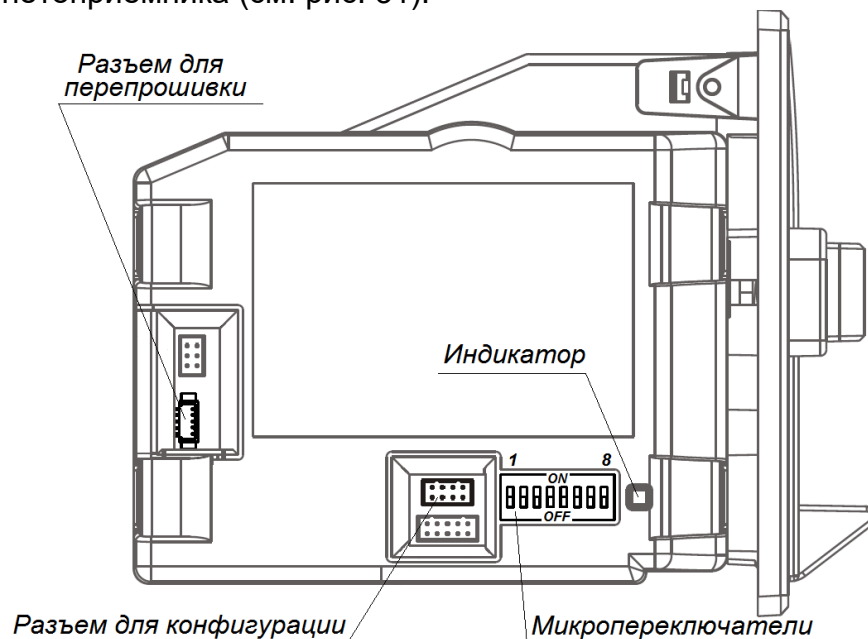

Рисунок 31. Расположение разъемов
1. Подключите монетоприемник к COM-порту ПК при помощи кабеля *WEL-R7U06* (имеется в комплекте поставки), разъем для подключения расположен на боковой панели монетоприемника (см. рис. 31).
2. Подайте питание на монетоприемник (контакты 1 и 2 клеммной колодки *XTU4*, см. рис. 20). Загорится индикатор (показан на рис. 31).
9. Проверьте положение микропереключателей на боковой крышке монетоприемника (см. рис. 31):